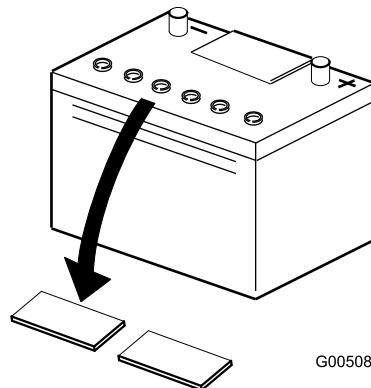

Figura 7
- Limpie la parte superior de la batería y retire los tapones de ventilación (Figura 7).